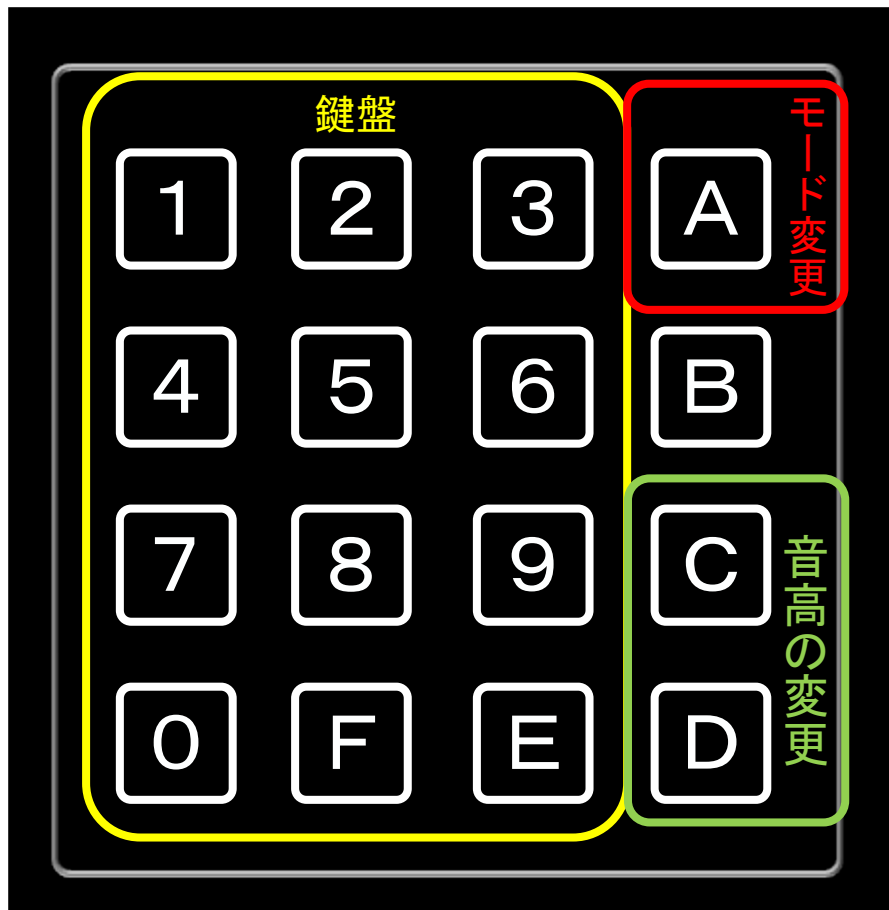

図 1-8 16進キーボード割付
- 本サンプルプログラムは、リセット直後ではメロディモードになっています。このモードでは、図 1-8 に示すとおり“0～9”、“F”と“E”キーには鍵盤として音階が割りついており、キー押下でマトリクスLEDの点灯および、MIDI音源からの発音をおこないます。